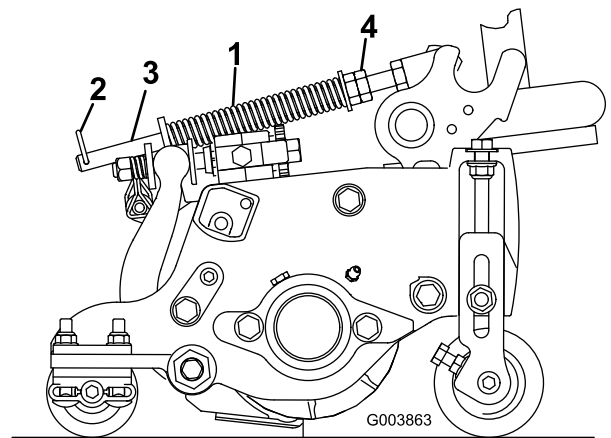

Bild 87
Die Rasenkompensierungsfeder verlagert das Gewicht von der Front- zur Heckrolle (Bild 87). Dies reduziert ein Bobbing genanntes Wellenmuster auf der Grünfläche.
1. Stellen Sie sicher, dass der Splint in das hintere Loch in der Federstange eingesetzt ist (Bild 87).
2. Ziehen Sie die Sechskantmuttern vorne an der Federstange an, bis die zusammengedrückte Länge der Feder an 12,7-cm-Mähwerken 12,7 cm oder an 17,8-cm-Mähwerken 15,9 cm beträgt (Bild 87).